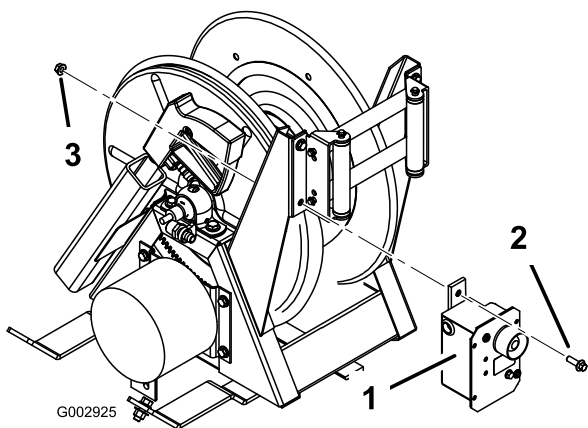

Figure 6
6. Retirez et mettez au rebut le boulon et l'écrou de fixation du support de rouleau inférieur interne sur le dévidoir. Fixez ensuite le boîtier électrique dans ce trou (Figure 6) au moyen d'un boulon à embase (5/16 x 1 pouce) et d'un écrou à embase (5/16 pouce).